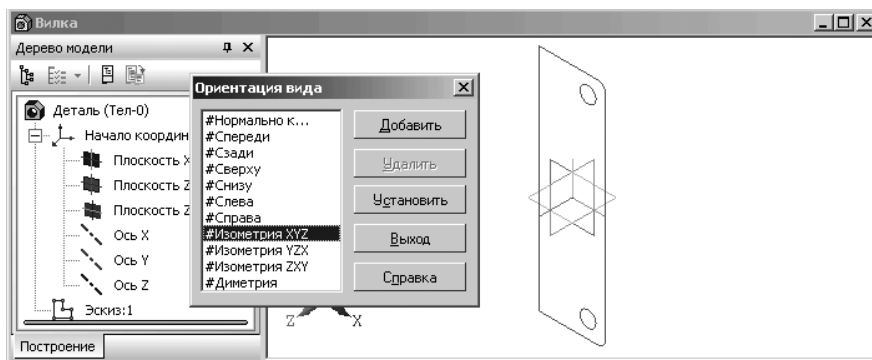

Рис. 3.43. Представление эскиза в изометрическом виде **#Изометрия XYZ**
- щелкните в диалоговом окне **Ориентация вида** по пункту **#Изометрия XYZ**, а затем по кнопке **Установить**. Эскиз будет представлен в изометрии. Окно модели в этом режиме показано на рис. 3.43.